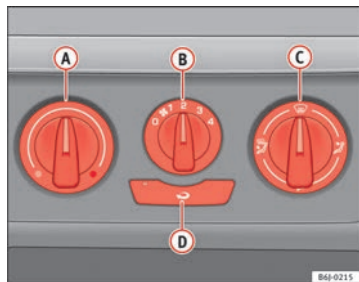

Fig. 91 Comandos do aquecimento no painel de instrumentos
- Com os reguladores **A** e **C** e com o comando **B** ⇒ Fig. 91 é ajustada a temperatura, a distribuição do ar e a velocidade do ventilador.